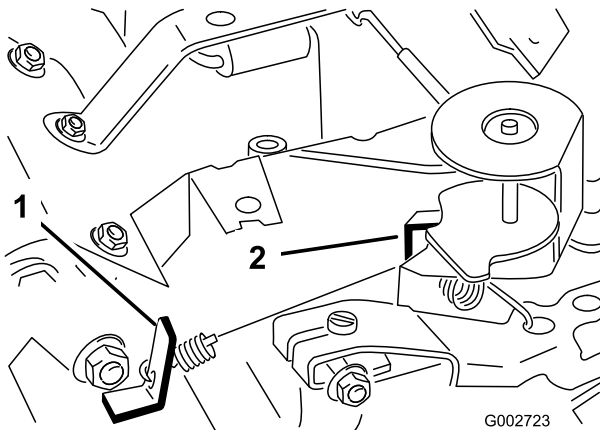

Bild 37
3. Biegen Sie den Anker-Federmitnehmer (Bild 37), um eine Leerlaufgeschwindigkeit von 1725 ± 50 U/min zu erzielen. Prüfen Sie die Motordrehzahl mit einem Drehzahlmesser.
5. Stellen Sie den Gasbedienungshebel auf „Schnell“. Biegen Sie den Federankermitnehmer in der Vollgaseinstellung (Bild 37), bis Sie eine Vollgasdrehzahl von 3400 ± 50 U/min realisieren.